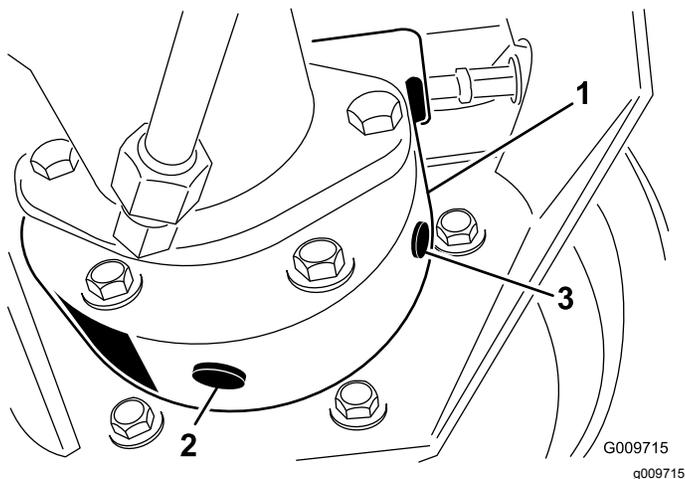

Figura 49
- Coloque o recipiente de escoamento por baixo da estrutura do travão, retire o tampão e deixe o óleo escorrer para o recipiente (Figura 49).